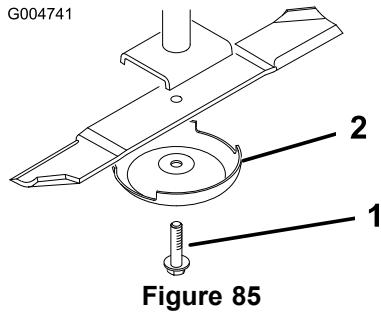

Figure 85
2. Tenez la lame à son extrémité avec un chiffon ou un gant épais. Enlevez le boulon, la coupelle de protection et la lame de l'axe de pivot (Figure 85).